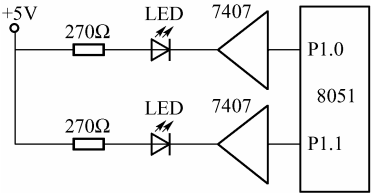

图 4.6 驱动 LED 电路图
**【例 4.3】** P1.0、P1.1 经 7407 驱动 LED 交替发光并以每秒一次的频率闪烁。硬件连接如图 4.6 所示（采用 6MHz 晶振）。